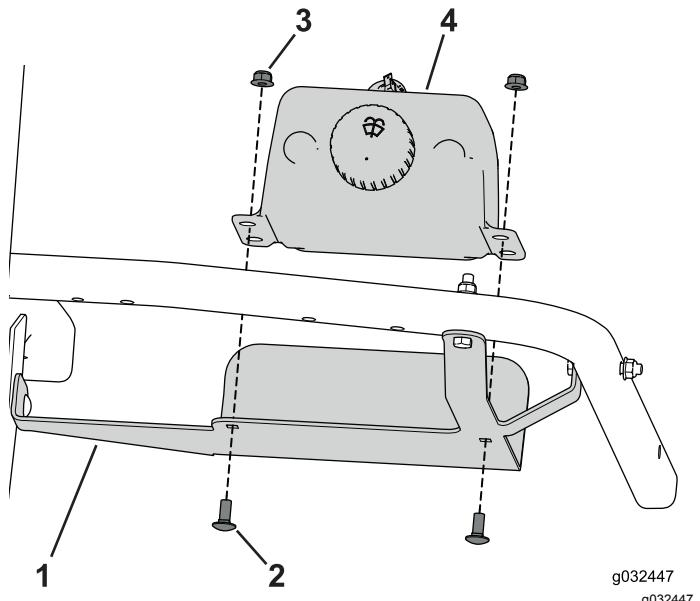

Figure 31
- Fixez le réservoir de lave-glace au support à l'aide des 2 boulons de carrosserie (5/16" x 3/4") et écrous à embase (Figure 31).